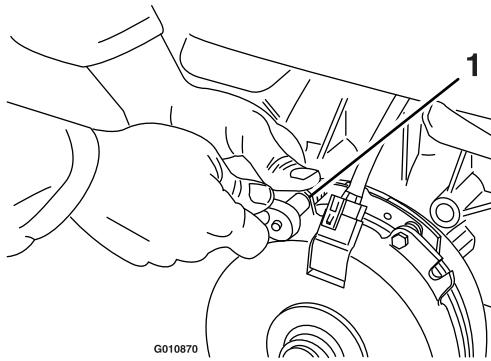

Figure 73
- A. Desserrez les boulons de fixation du frein d'un demi-tour à un tour complet, comme montré à la Figure 73.